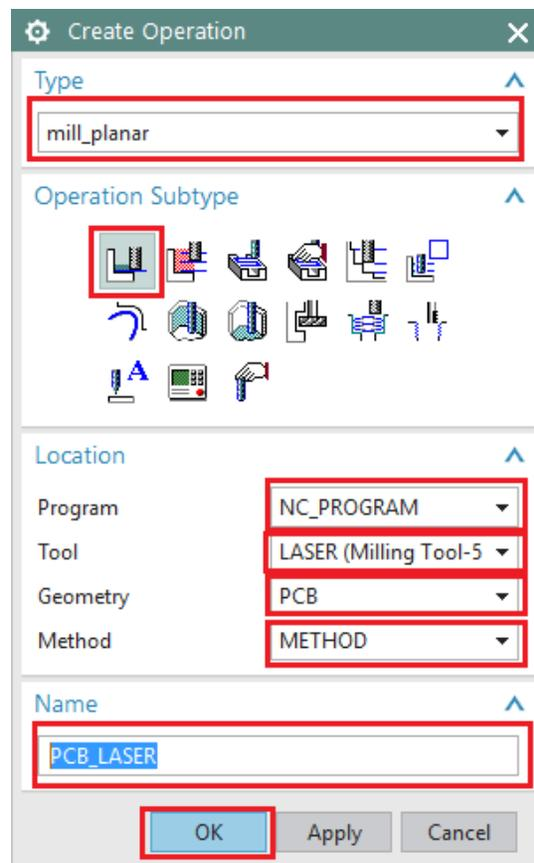

Figura 4.19 Create Operation
- En la ventana **Create Operation** realizar los siguientes ajustes, al terminar dar click en *Ok* (Figura 4.19):